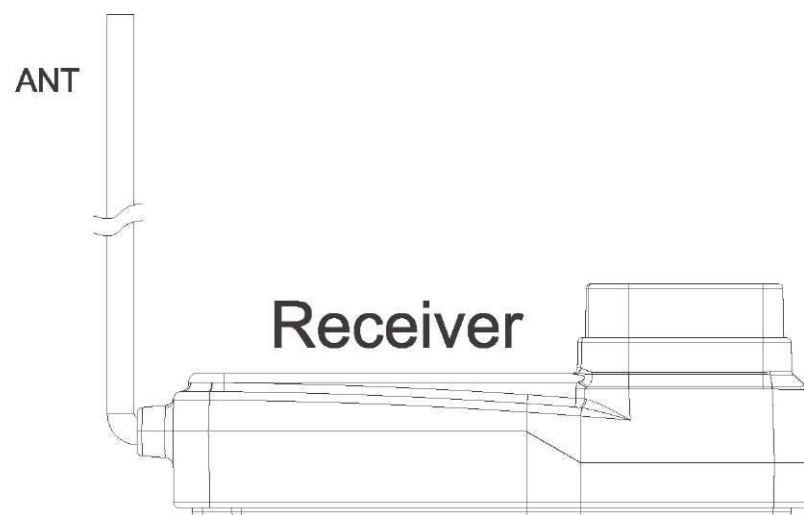

Figure 1 (图1)
- Y no le deje cerca de partes metálicas para asegurar su sensibilidad. Ver fig 1